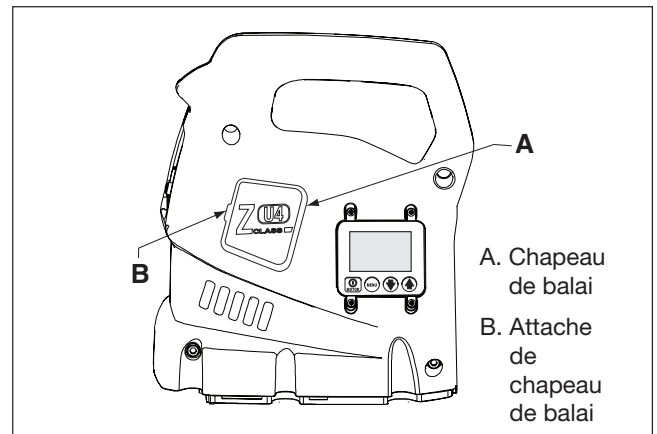

Figure 8, Dépose du chapeau de balai
2. Enlever les deux chapeaux de balai (A) en écartant la fixation du chapeau de balai (B) et en les soulevant avec précaution par effet de levier. Voir figure 8.